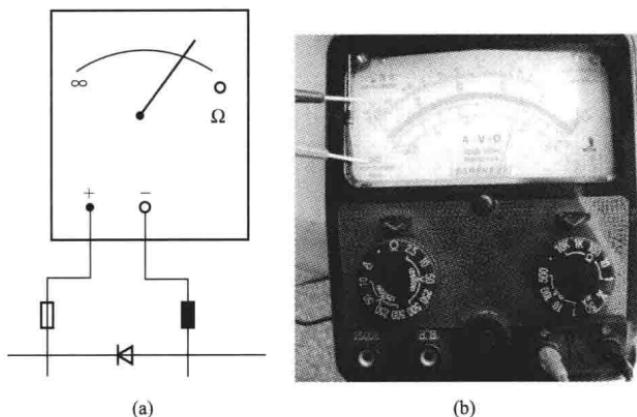
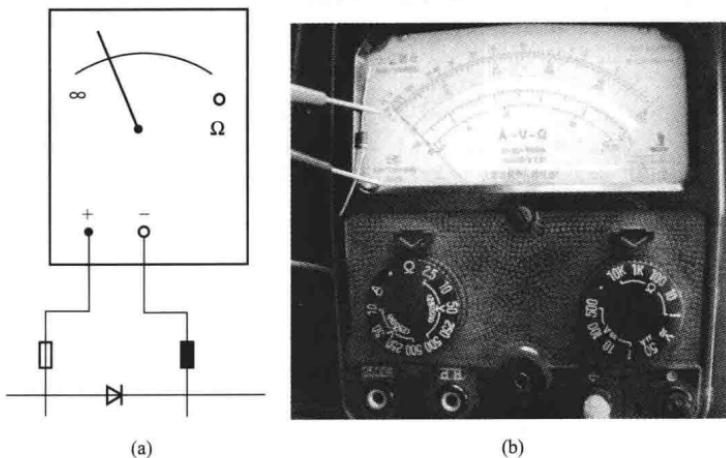

图 4-43 测量正向电阻
图 4-44 测量反向电阻
(1) 将万用表左边的转换开关置于 Ω 挡，右边转换开关置于电阻挡的 $R \times 1k$ 或 $R \times 100$ 挡位，进行欧姆调零。
(2) 用万用表的红、黑两表笔分别接到二极管的两端进行正、反两次测量，观察指针读数出现一大一小两个阻值，如图 4-43、图 4-44 所示。